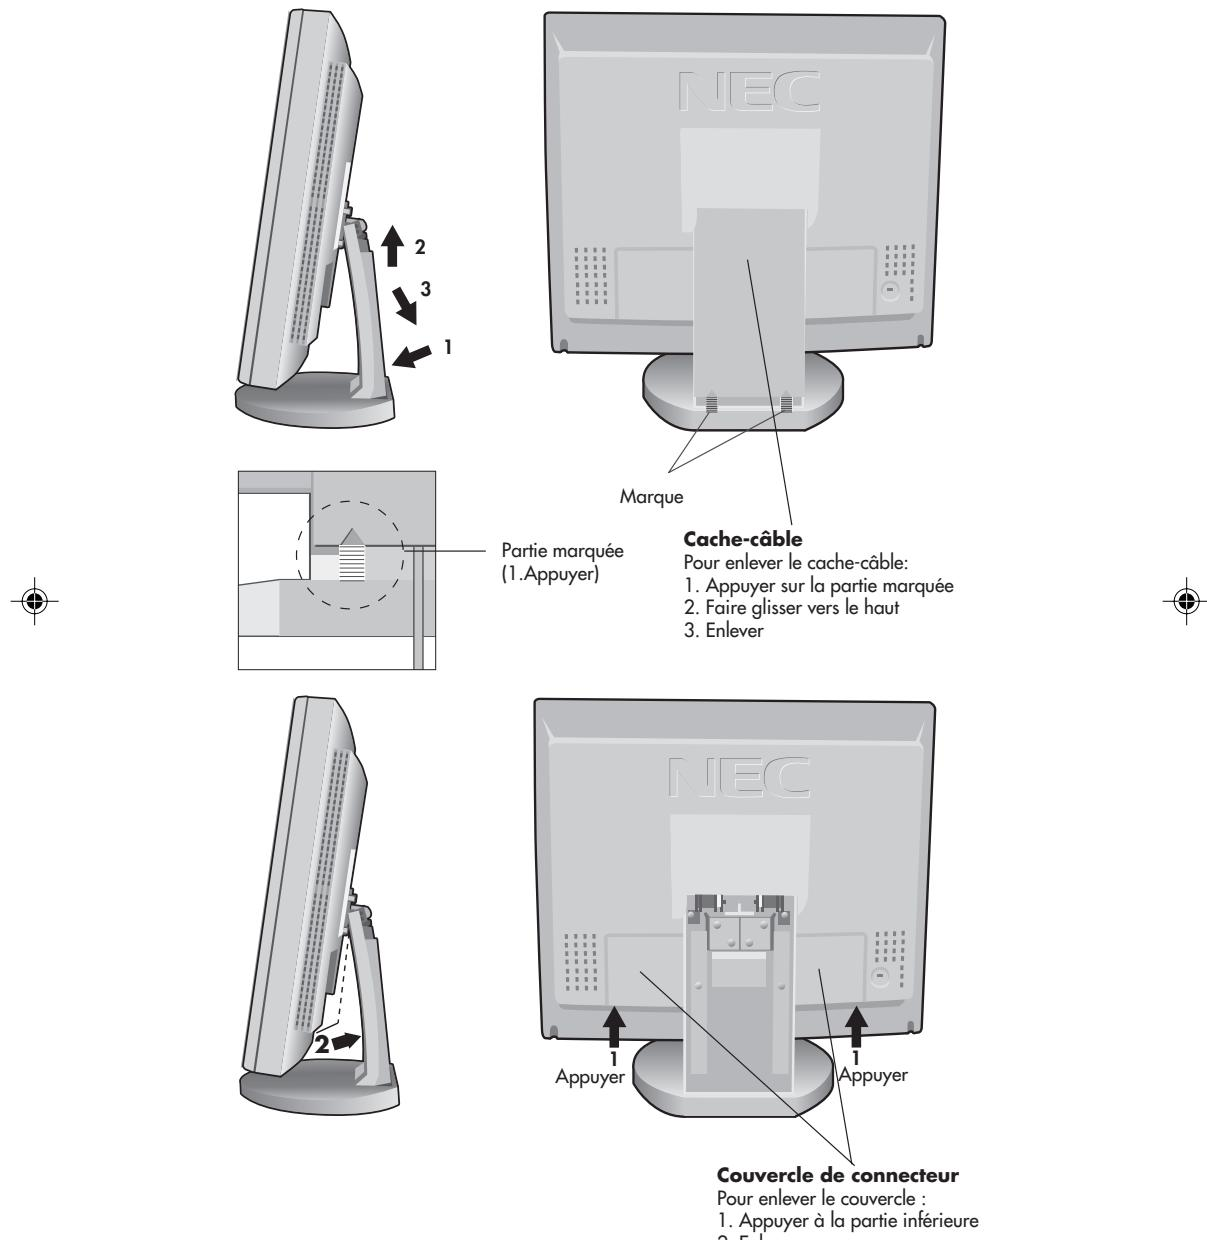

Figure E.1
4. Connectez une extrémité du câble d'alimentation sur l'adaptateur CA et l'autre extrémité sur la prise de secteur (**Figure C.1**). Remplace connecteur étui et étui cable (**Figure E.1**).